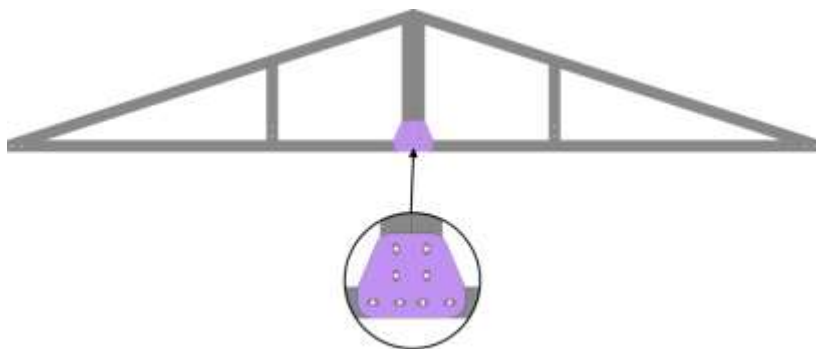

РИС. 1
4.1.1. Соедините при помощи соединительных пластин и винтов М6×30, шайб М6, гек М6 каждую полуферму (РИС. 1).